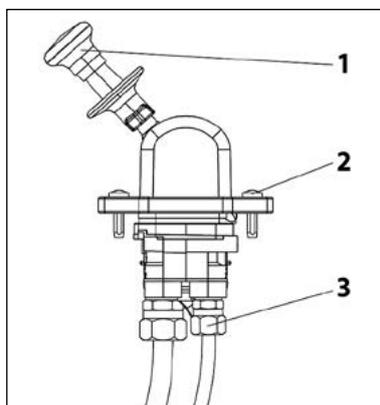

Figura 5-4-8
1. Após a inspeção, se o conjunto da válvula do freio de estacionamento precisar ser substituído, substitua-o após remover os dois parafusos de fixação e a tubulação do freio de acordo com a *Figura 5-4-8*.